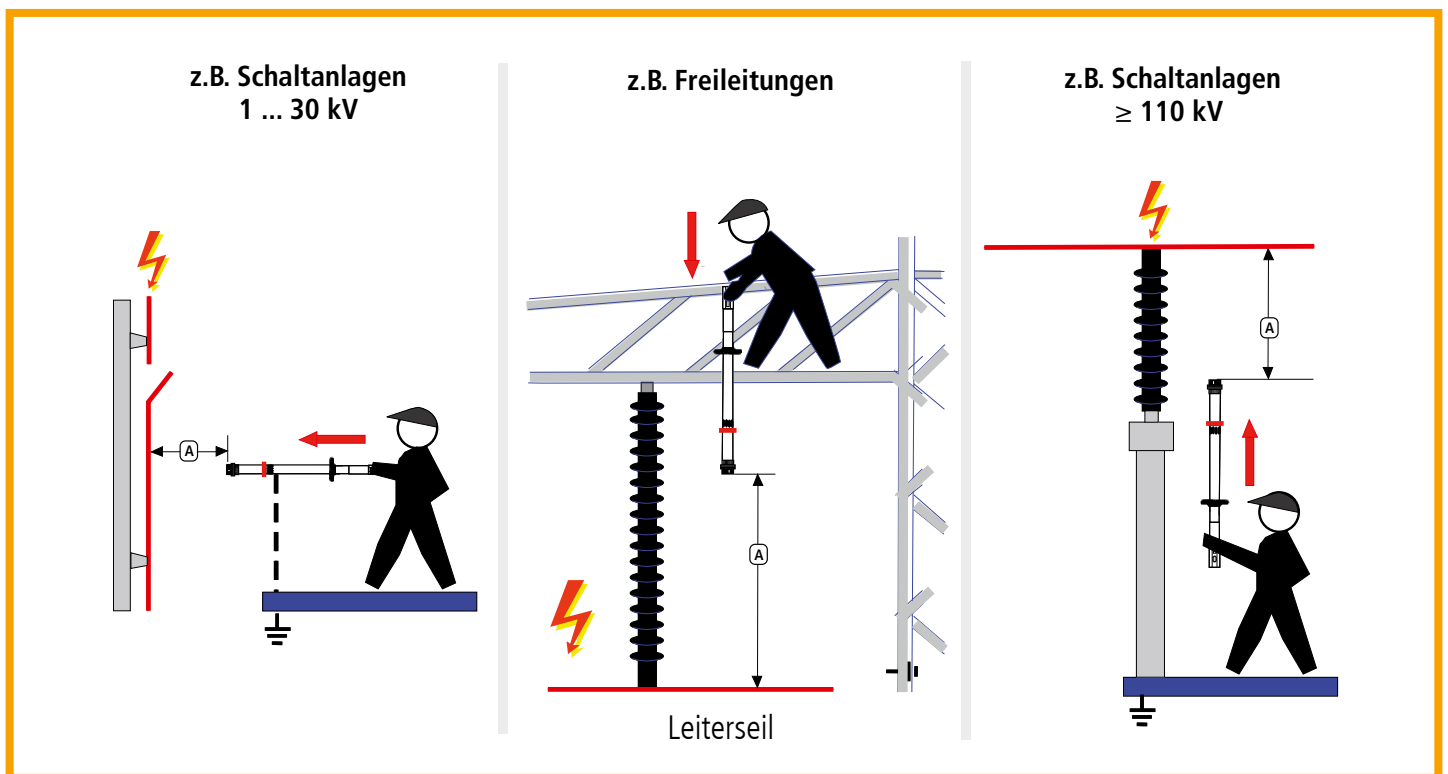

Bild 6 Anwendungsbeispiele nach Tabelle 2
- 4.8** Die Gebrauchslage kann beliebig gewählt werden (siehe Bild 6, Seite 11).